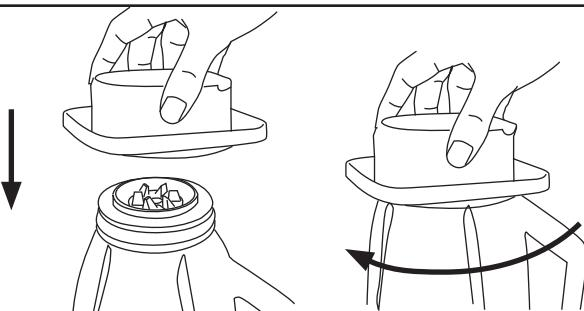

Fig.2
- Colocar la jarra sobre la unidad del motor procurando que quede bien sujetada. (Fig.2).